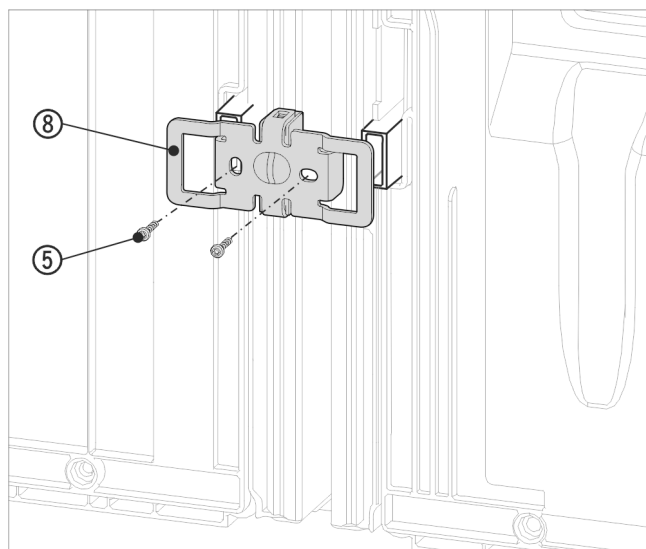

Fig. 18 Примерное отображение
- ▶ Повторно надвиньте угол Fig. 18 (8) выемками над креплением для пристенных распорок.
- ▶ Прикрутите 2 винтами Fig. 18 (5).